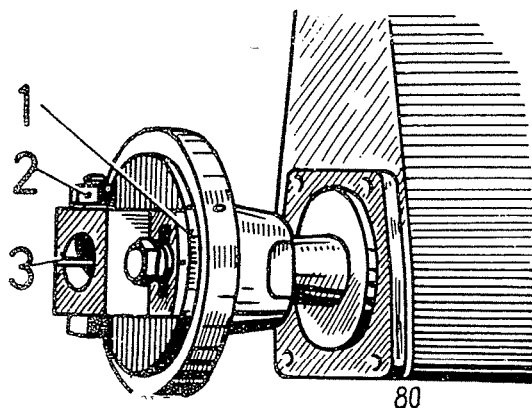

Bild 80
Die im Abschnitt IA 18b beschriebene Gradskala e und der Meßzeiger f werden angebaut. Motorseitige Kupplungshälfte auf Welle zum Einspritzpumpenantrieb über Scheibenfeder schieben, bis diese ganz verdeckt ist. Klemmschraube festziehen. Gradskala der Kupplungshälfte soll mittig stehen, Bild 80.
Die drei Teile der Kupplung (Kupplungshälfte auf der Pumpenwelle, Mitnehmerscheibe, Kupplungshälfte auf der Motorwelle) sind so zusammensetzen, daß die auf den Kupplungsteilen angebrachten Nullen (0) nebeneinander sichtbar sind, Bild 80.